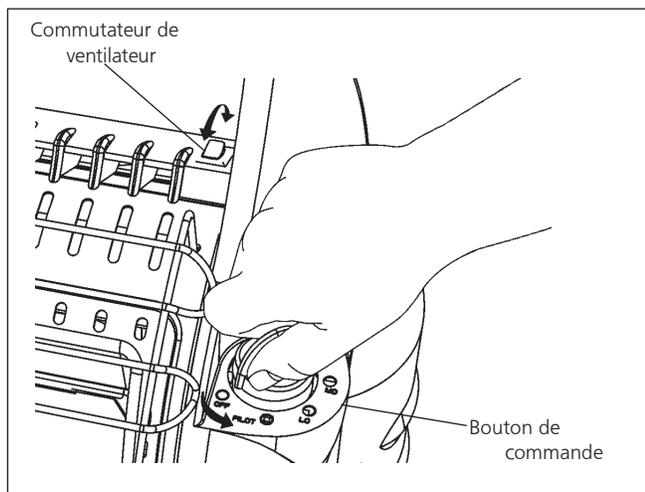

Figure 1
1. Assurez-vous que le bouton de commande à quatre positions est à la position « OFF » (Arrêt); voir figure 1.
10. Lorsque le premier bloc de brûleur devient orange vif, réglez la chaleur en tournant le bouton de commande sur la position souhaitée (« LO », « MD » ou « HI »). **REMARQUE :** Les deux brûleurs s'allument uniquement lorsque le bouton de commande est en position « HI » (Élevé). (2) **1 LB. bouteilles de propane sont nécessaires pour utiliser le radiateur en position (HI).**
11. Pour augmenter la circulation de la chaleur, activez l'interrupteur de ventilateur rouge. L'interrupteur de ventilateur est situé juste à gauche de la poignée latérale du bouton de commande. Voir Figure 1.
1. Assurez-vous que le bouton de commande à cinq positions est en position « OFF » (Arrêt); voir figure 1, à gauche.
12. Pour augmenter la circulation de la chaleur, activez l'interrupteur de ventilateur rouge. L'interrupteur de ventilateur est situé juste à gauche de la poignée latérale du bouton de commande. Voir Figure 1.